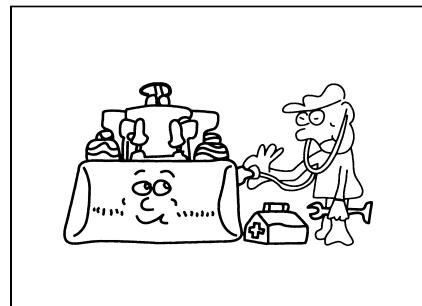

Рис. 1-32
- Очистить смазку от подлокотников и ступенек, очистить загрязнение от туфлей, чтобы оператор не упал при подъеме на погрузчик и они не влияли на работу . (Рис. 1-32)